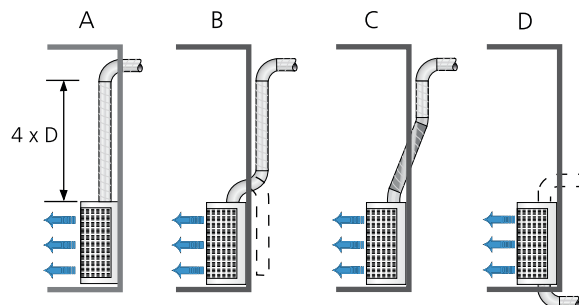

Рис. 4. Примеры влияния способа подключения терминала на уровень шума. См. таблицу. См. раздел Акустика-проектирование общего каталога.
Следует иметь в виду, что в диаграммах выбора представлены характеристики при эквивалентной площади звукопоглощения 150 м2, что означает весьма высокие скорости забора воздуха в терминале. Следует также рассчитать правильное подключение воздухопроводов - без создания дополнительного шума. См. рис. 4.
- Значения дБ (А) приведены для помещений с звукопоглощением, эквивалентным площади 150 м2 и на расстоянии 2 м от аппарата, а также при прямом, без помех, участке подключенного воздуховода. См. рис. 4 для учета влияния типа подключения воздуховода на рост уровня шума.